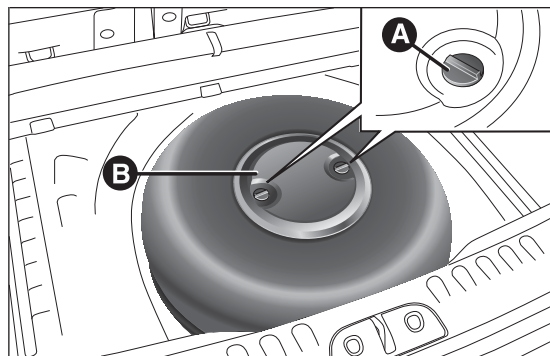
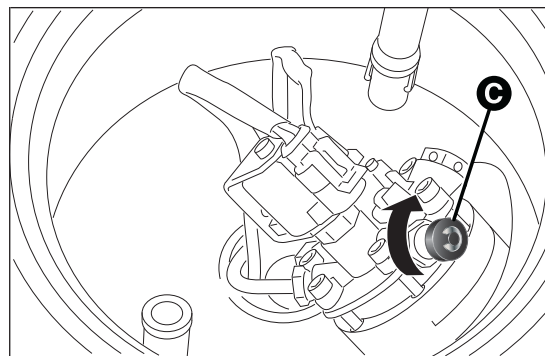

fig. 4
fig. 5
**Nel caso di verniciatura in forno, il serbatoio GPL deve essere rimosso dalla vettura e successivamente rimontato a cura della Rete Assistenziale Fiat. Sebbene l'impianto GPL sia dotato di numerose sicurezze, ogni volta che la vettura viene ricoverata per un lungo periodo o movimentata in circostanze di emergenza a causa di guasti o incidenti, si consiglia di osservare la seguente procedura: svitare i dispositivi di fissaggio A fig. 4, quindi rimuovere il coperchio B. Chiudere il rubinetto del GPL ruotando in senso orario la ghiera C fig. 5. Rimontare quindi il coperchio e riavvitare i dispositivi di fissaggio.**